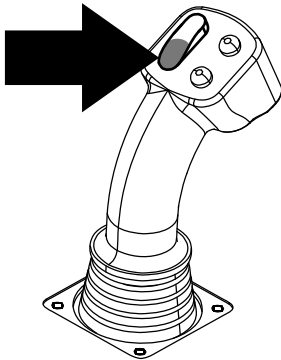

Figura 30
**Importante:** No joystick esquerdo, certifique-se de que pressiona a parte inferior do seletor basculante do came totalmente para baixo, até que as ações de cada etapa sejam concluídas (Figura 30).